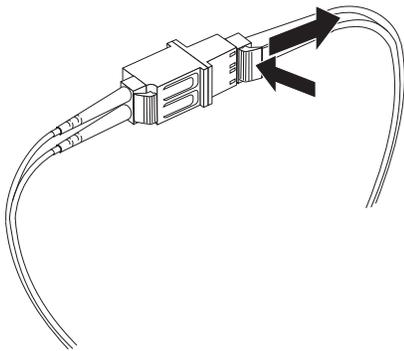

Figura 3-20. Removendo um cabo Fibre Channel LC-LC de um adaptador de cabo Fibre Channel LC-SC
2. Puxe cuidadosamente o conector para removê-lo. Assegure-se de segurar pelo conector e não pelo cabo ao remover o cabo LC-LC do adaptador do cabo LC-SC, conforme mostrado na Figura 3-20.